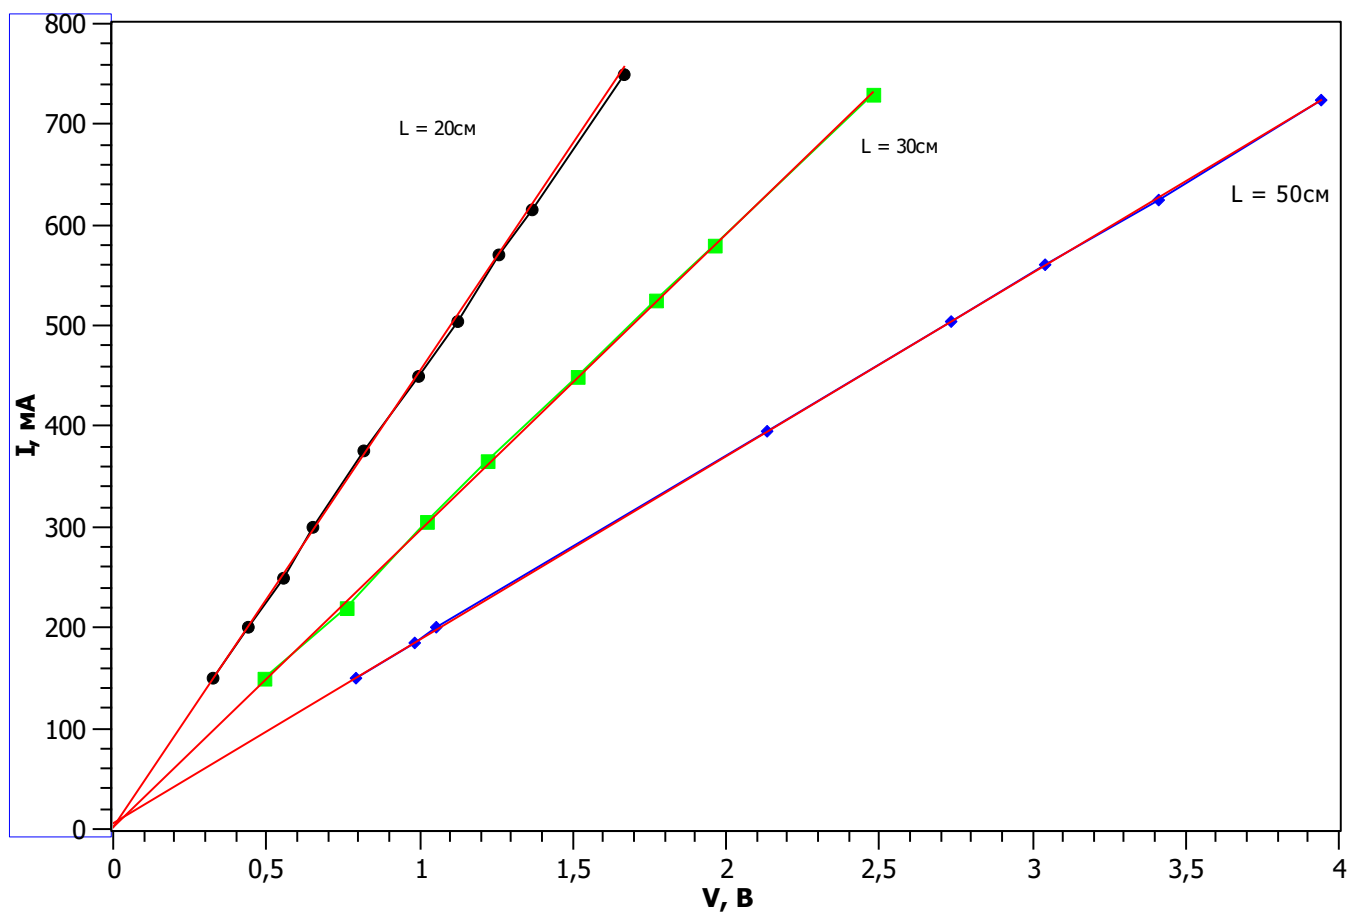

Рис. 2: ВАХи
8. Построим ВАХ ( $I = f(V)$ ) для всех трех отрезков проволоки, проводя прямые через экспериментальные точки (рис. 2). Из графиков видно, что зависимость линейна и при возрастании, и при убывании тока. Также видно, что случайный разброс точек пренебрежимо мал.